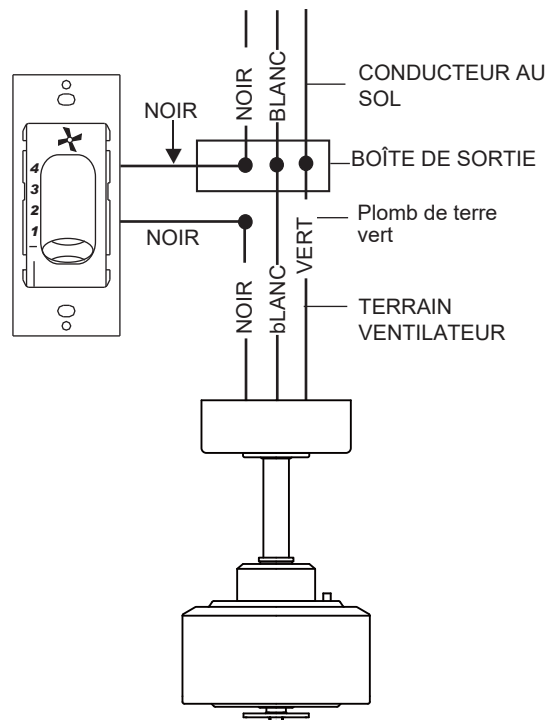

Fig. 3
- 6 Glissez le couvercle de l'étrier, l'anneau de garniture et la verrière sur la tige de suspension. (Fig.3)
- 8 Faites passer les fils à travers les trous du capuchon d'humidité de la bille en caoutchouc et faites glisser le capuchon vers le bas sur le dessus de la bille. (Fig.3)
b. Connexion des fils de l'interrupteur mural aux fils de la boîte de prise murale. (Fig.3 & 4)
Un flux d'air **VERS LE BAS** crée un effet de refroidissement comme illustré à la figure 3. Cela vous permet de régler votre climatiseur sur un réglage plus chaud sans affecter votre confort.